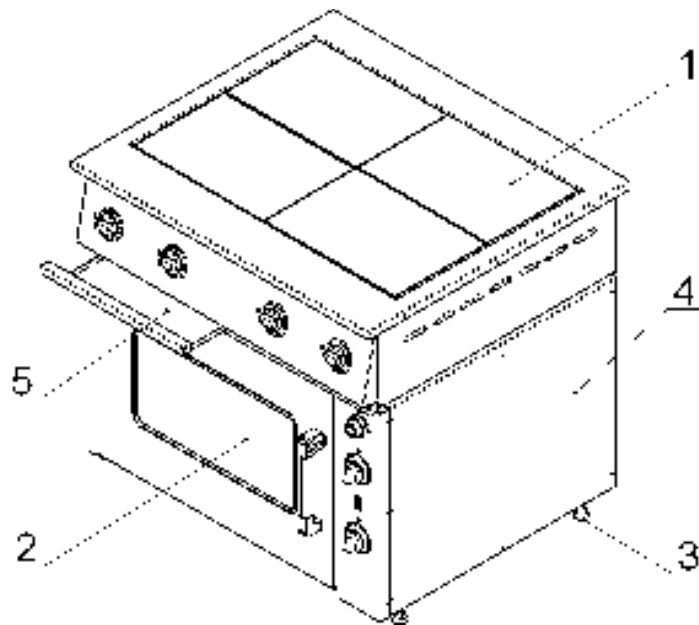
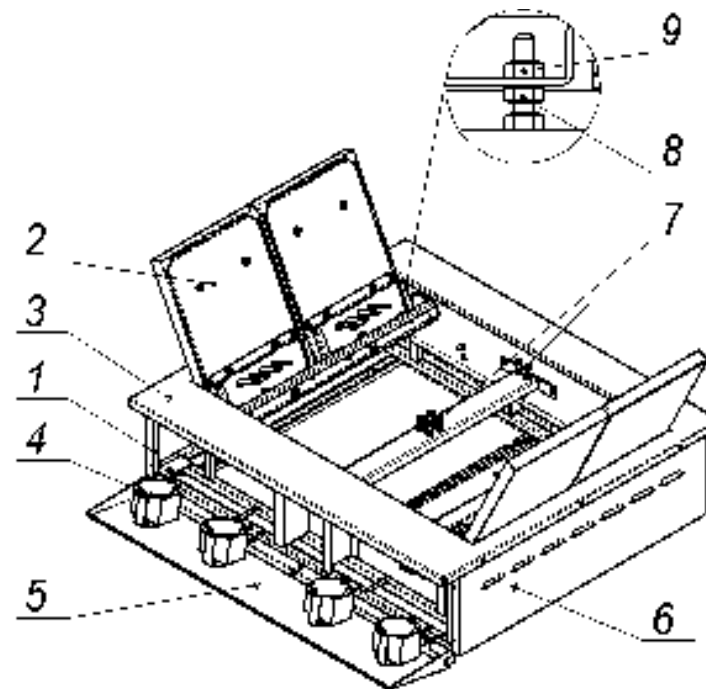
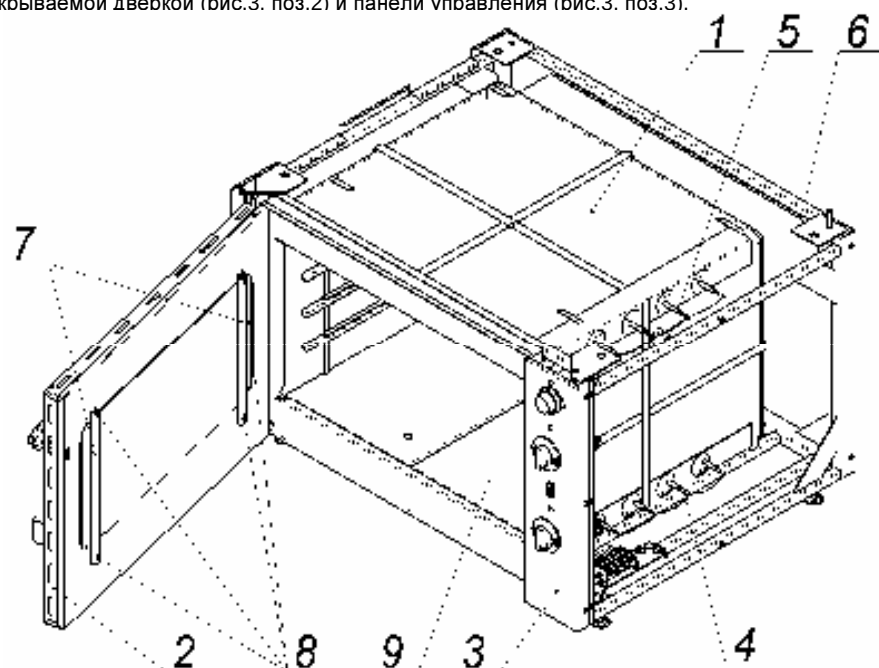
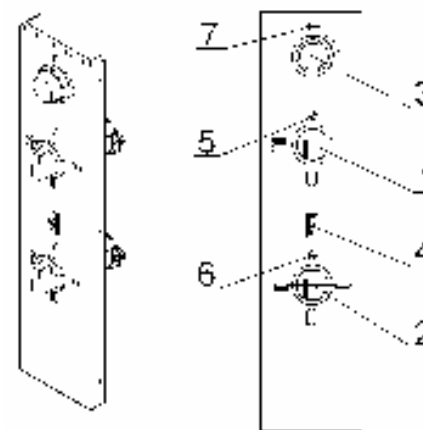

Рис.1
Рис. 2
Рис.3
Рис.4
4.3 Собственно плита (рис.2) установлена на жарочный шкаф (рис.1. поз.2) и состоит из каркаса (поз.1), с закрепленными на нём конфорками (поз. 2), столом (поз.3), облицовочными (поз.6) и приборной панелью (поз.5).
4.3.3 Для обслуживания и санитарной уборки, плита оборудована (см. рис.1) выдвижными поддонами (поз.5), так же обеспечен (см. рис.2) свободный доступ к внутренним поверхностям плиты:
4.4 Жарочный шкаф состоит из тепловой (рабочей) камеры (рис.3 поз.1), закрываемой дверкой (рис.3. поз.2) и панели управления (рис.3. поз.3).
- Снять панель управления (рис.3, поз.3) или снять правую облицовочную панель (рис.1, поз.4);
- Снять панель управления (рис.3, поз.3) или правую облицовочную панель (рис.1, поз.4);
4.5 Приборы управления и светосигнальная арматура размещены (рис.4) на панели управления (рис.3 поз.3), которая расположена с правой стороны шкафа.
4.5.1 Ступенчатое регулирование мощности верхних и нижних ТЭНов осуществляется установкой ручек переключателей (поз.1 и 2) в фиксированные положения, обозначенные на панели управления символами I, II и III, что соответствует режимам нагрева ТЭНов: слабый, средний и сильный. При этом, мощность ТЭНов изменяется следующим образом: 0,75 – 1,5 – 3,0 кВт. Отключение ТЭНов производится установкой ручек переключателей в положение «0» (напротив сигнальных ламп рис.4, поз.5 и 6).
Установка и автоматическое поддержание необходимой температуры (от 50 до 300°C) в камере осуществляется терморегулятором (рис.4, поз.3).
Переключатели верхних и нижних ТЭНов, а также терморегулятор снабжены сигнальными лампами (рис.4, поз.5, 6 и 7).